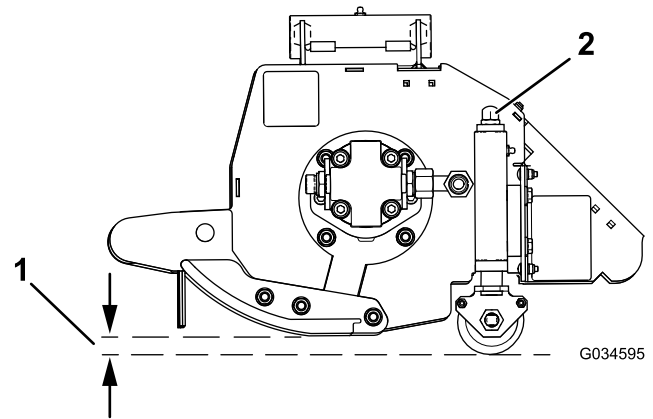

Figura 30
1. Girate il gruppo dado di regolazione su entrambe le estremità in senso orario per diminuire l'altezza di taglio, o in senso antiorario per aumentare l'altezza di taglio (Figura 30).